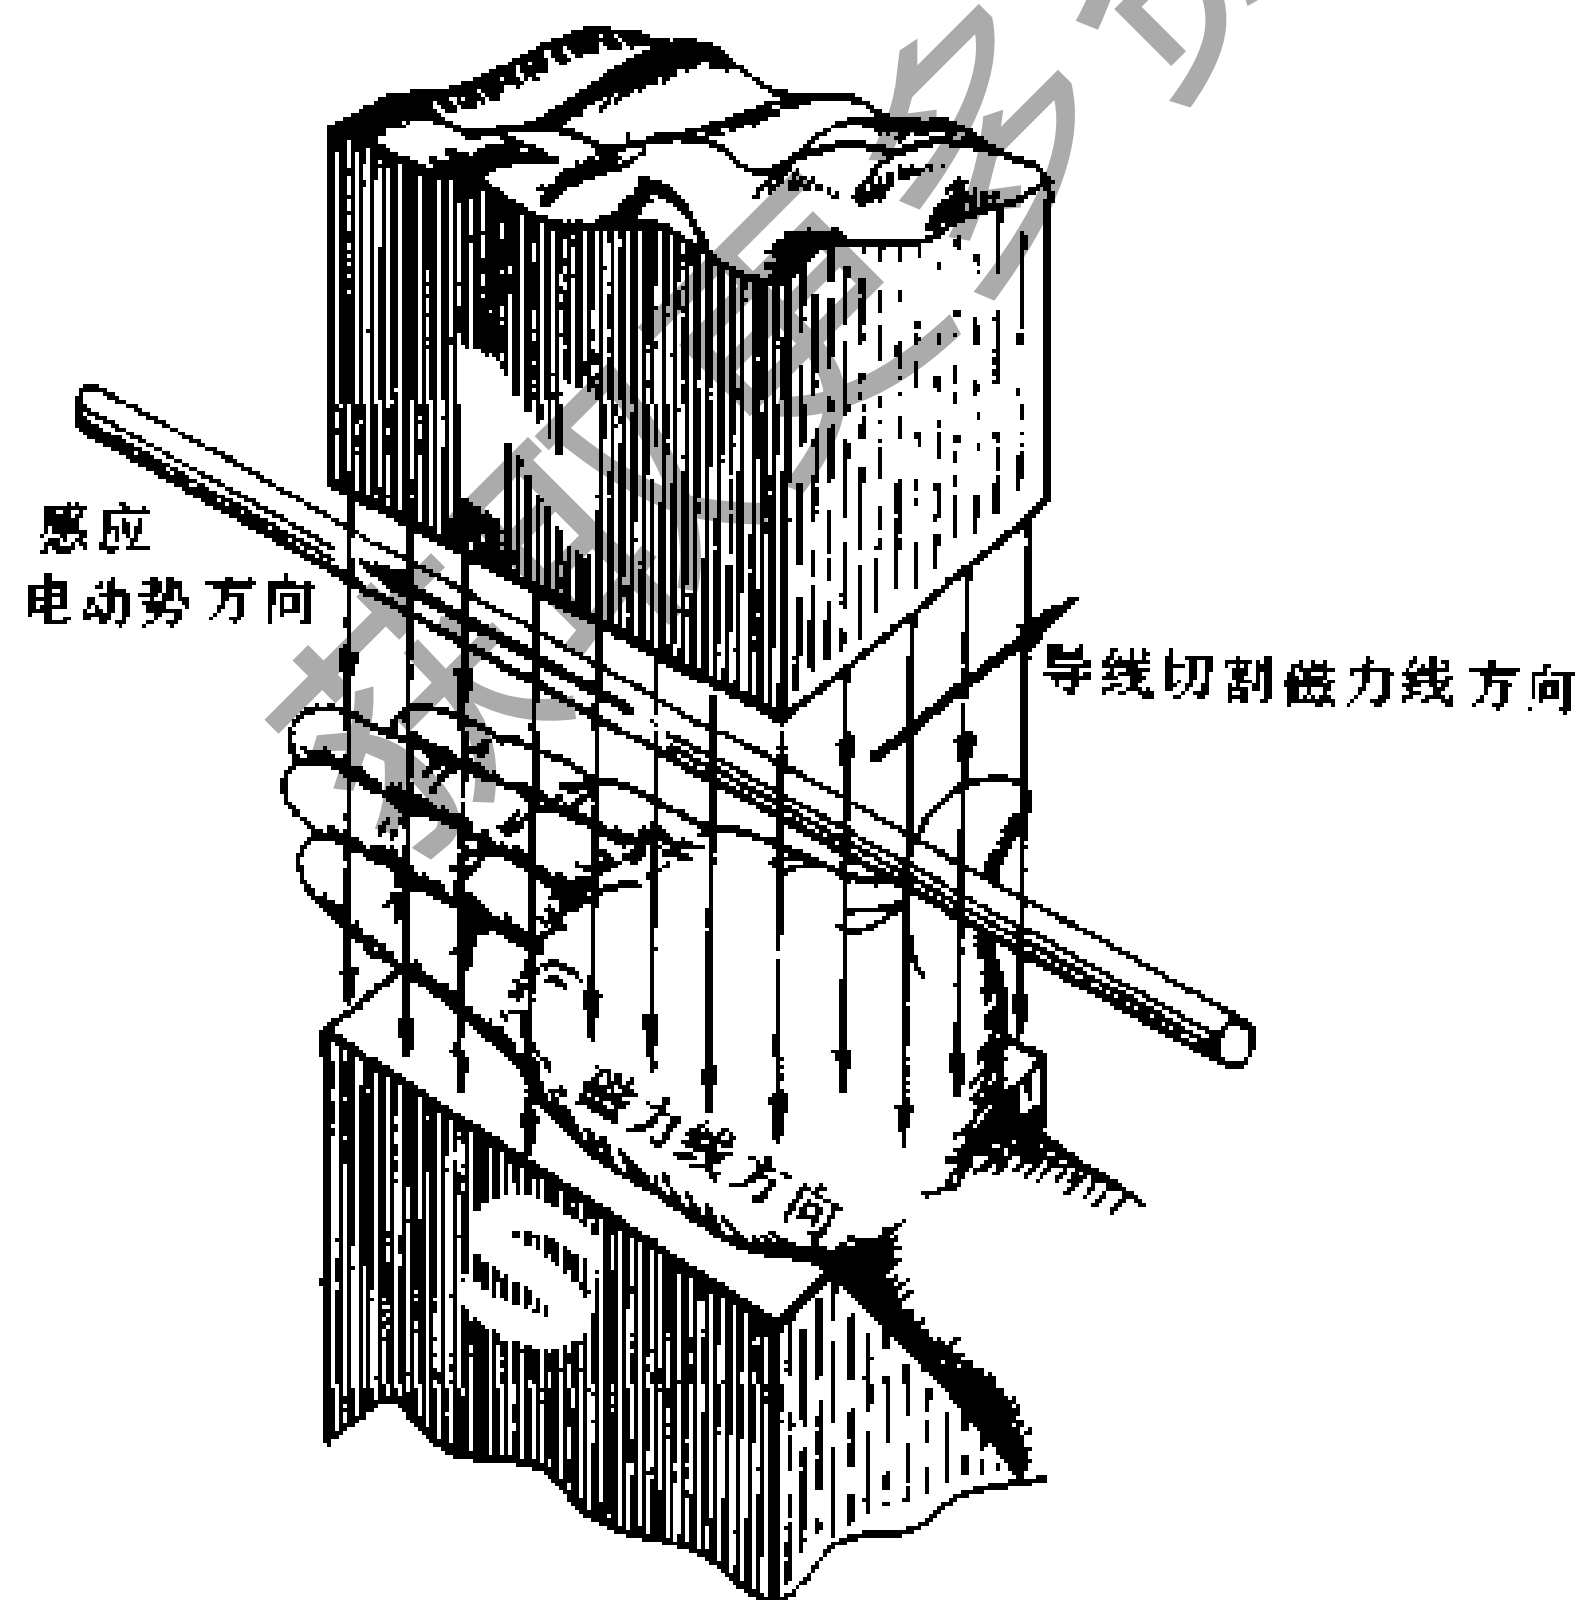

图 1-56 右手定则示意图
(2) 感应电势的方向：感应电势的方向可以用右手定则来判断（图 1-56）。判断时，平摊右手，使拇指和其余 4 指垂直，让磁力线垂